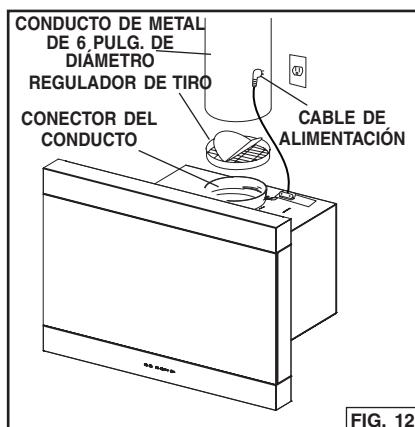

FIG. 12
1. Empuje el regulador de tiro por el conector del conducto en la campana. Fig. 12.